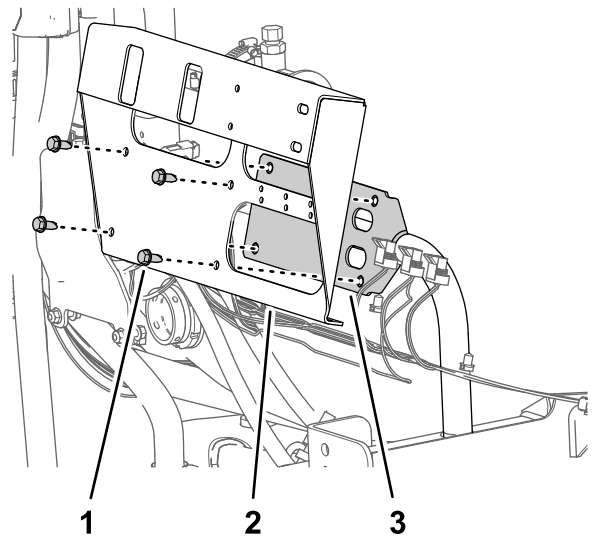

图 73
3. 从阀门安装架卸下固定喷洒段阀支架的 4 个凸缘头螺丝 5/16 x 3/4 英寸然后从机器上卸下阀门支架图 73。